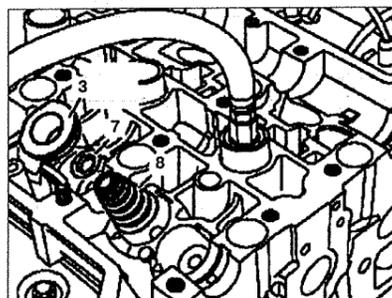

Рис. 2.41. Снимите направляющую втулку 3, фиксатор пружины 7 и пружину 8.
8. Снимите направляющую втулку 3, фиксатор пружины 7 и пружину 8 (см. рис.2.41).